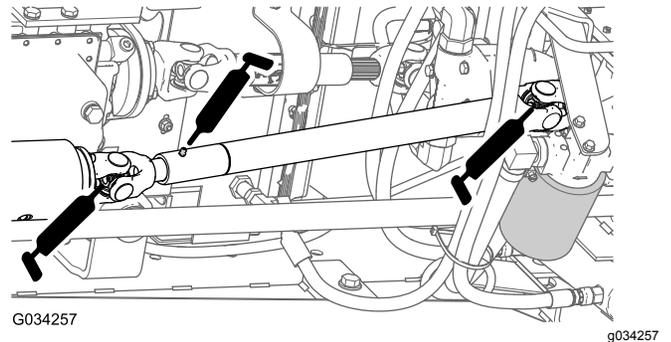

Figura 42
- Árbol de transmisión (3) (Figura 42).